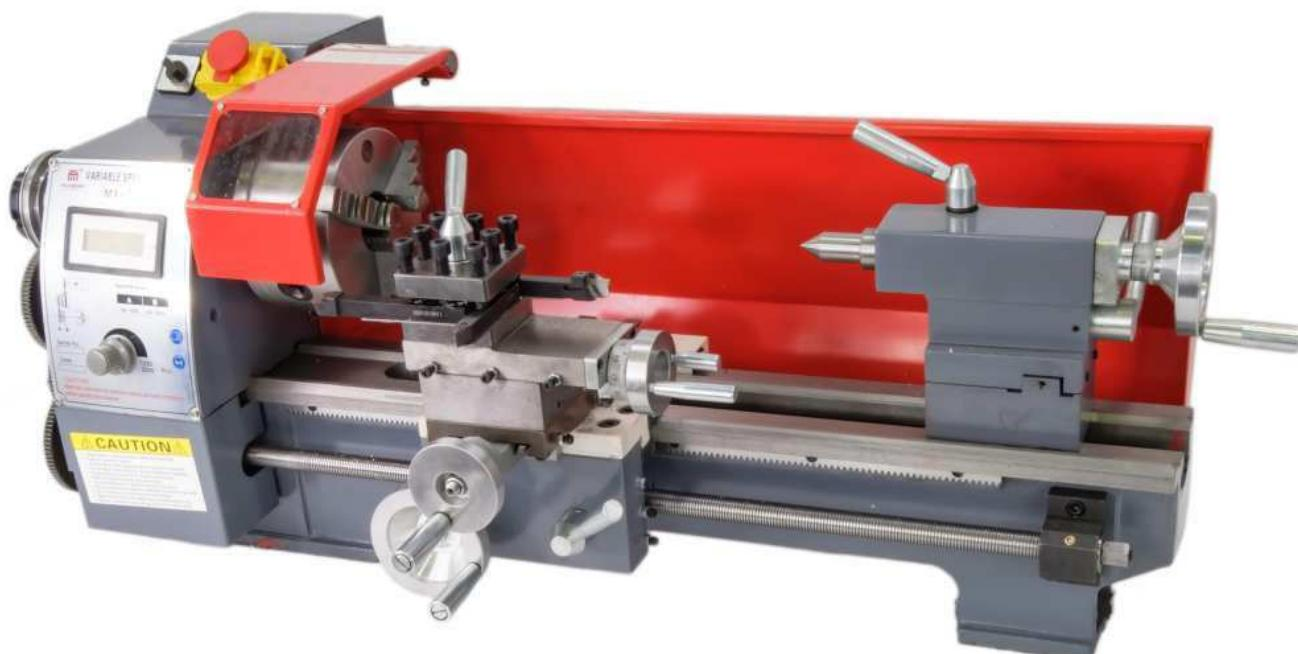

Рис. 1.
**2.1.** Станок настольный токарный модели MX210V (Рис. 1) предназначен для различных видов механической обработки деталей типа тел вращения из черных и цветных металлов, их сплавов, пластмасс и др. материалов.